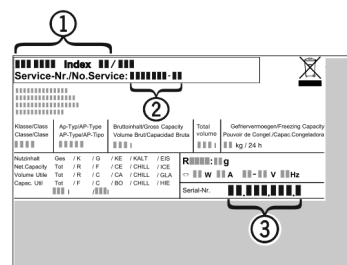

Fig. 3
- ▶ Z typového štítku odčítajte označenie zariadenia *Fig. 3 (1)*, servisné č. *Fig. 3 (2)* a sériové č. *Fig. 3 (3)*. Typový štítok je na ľavej vnútornej strane zariadenia.
- ▶ Upovedomte zákaznícky servis a oznámte chybu, označenie zariadenia *Fig. 3 (1)*, servisné č. *Fig. 3 (2)* a sériové č. *Fig. 3 (3)*.